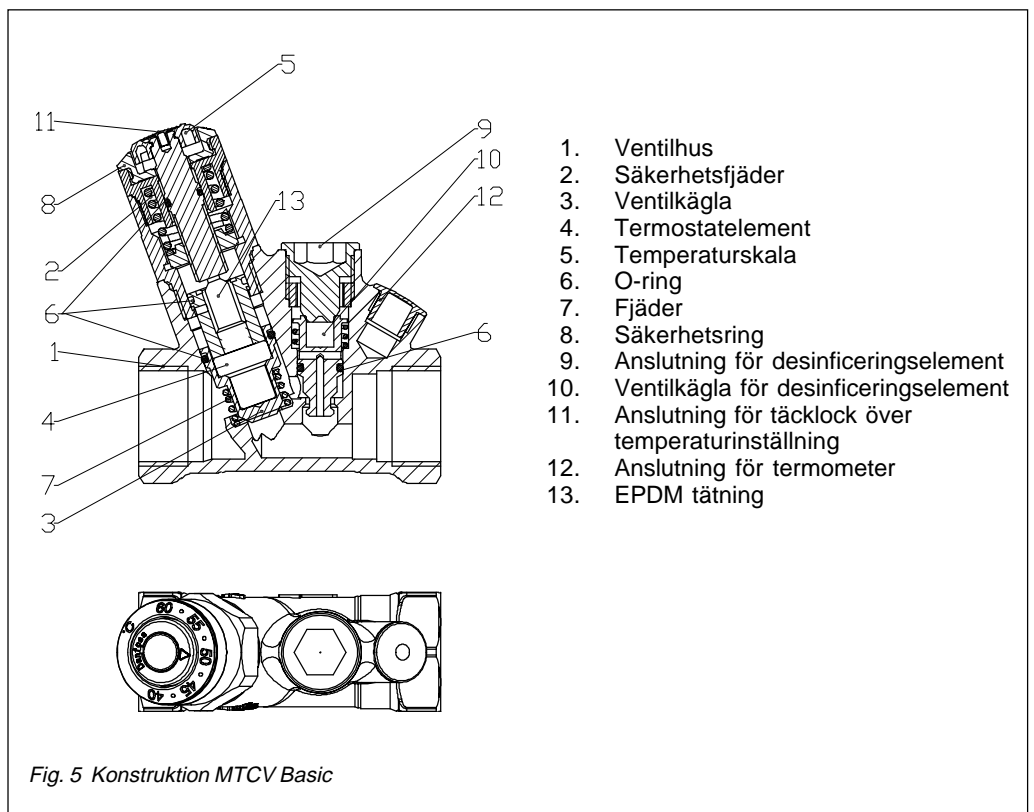
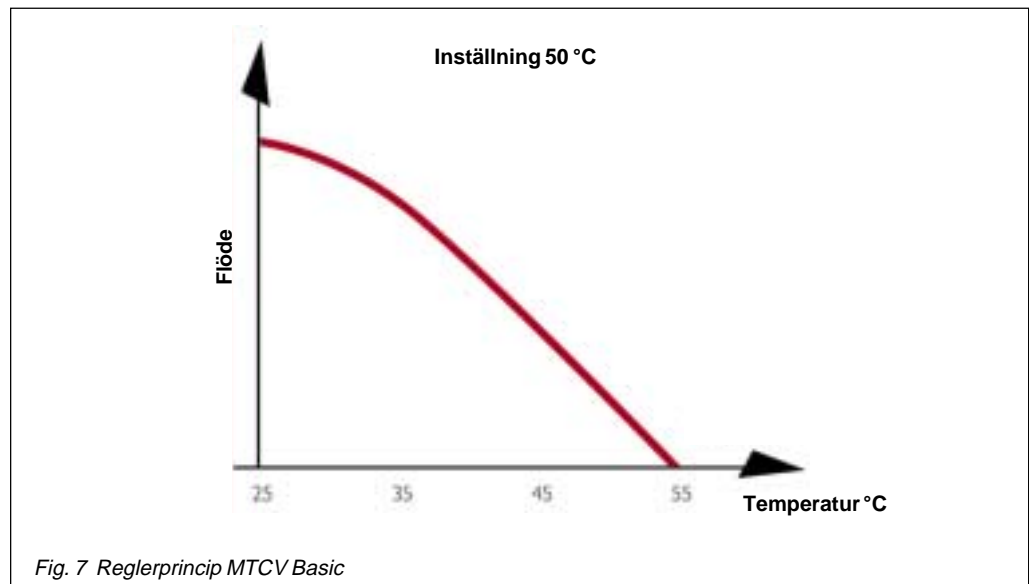
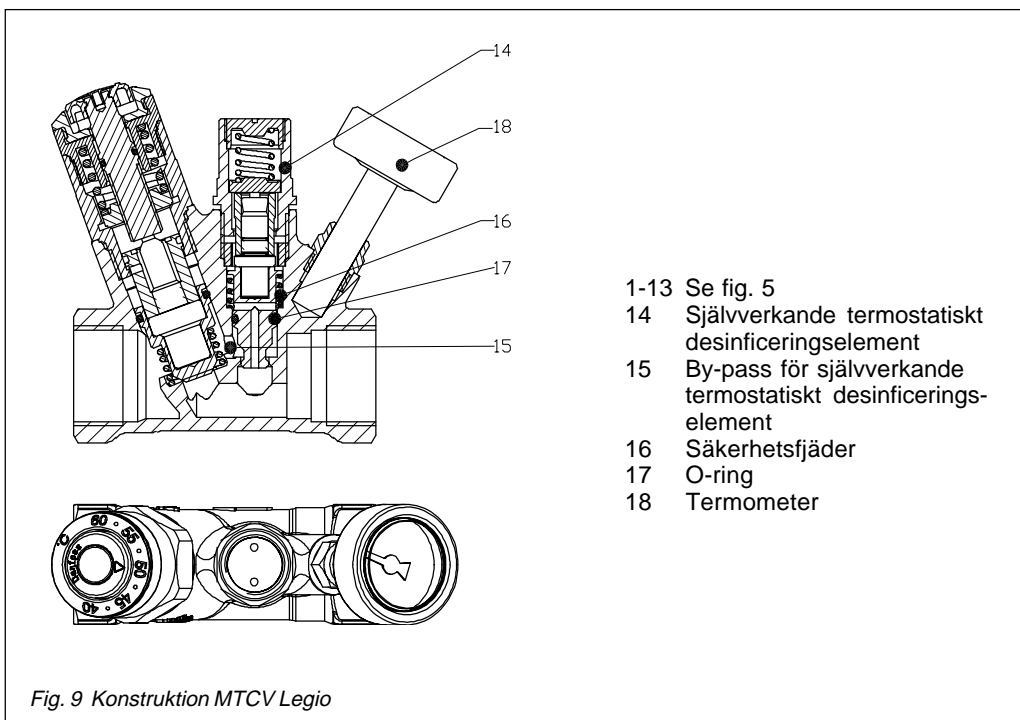

Fig. 5 Konstruktion MTCV Basic
Fig. 7 Reglerprincip MTCV Basic
Fig. 9 Konstruktion MTCV Legio
MTCV är fabriksinställd på 50 °C och kan steglöst ställas in mellan 40 - 60 °C. Ventilens P-band är 5 °C, d v s ventilen stänger helt när vattnets temperatur överstiger inställt värde med 5 °C (se fig. 7 vid inställning 50 °C). En speciell packning och konstruktion skyddar termostatelementet mot direkt kontakt med det cirkulerande vattnet (fig. 5 punkt 13), och gör det möjligt att byta elementet med tryck i anläggningen.
En säkerhetsfjäder (fig. 5 punkt 2) skyddar elementet mot överbelastning. Som tillbehör levereras en termometer som kan monteras på ventilen med tryck i anläggningen.
MTCV är en termostatisk självverkande proportionalventil. Termostatelementet (fig. 5 punkt 4) känner vattnets temperatur och ventilen stänger eller öppnar med hänsyn till stigande eller fallande temperatur, och skapar därigenom en balans kring det inställda värdet.
MTCV Legio är en Basic-ventil med påmonterad termometer och självverkande termostatisk desinficerings-element. Uppgradering från Basic till Legio sker genom att avlägsna anslutningsproppen på standardventilen (se fig. 5 punkt 9) och montera det självverkande desinficerings-elementet (se fig. 9 punkt 14). Samma sak kan göras med termometern.
Både termometern och det självverkande desinficerings-elementet kan monteras med tryck i anläggningen. Det är möjligt att genomföra ett desinficeringsprogram på tappvarmvattenanläggningen som kan minimera bakterier och legionella med hjälp av en hög vattentemperatur. Det termostatiska elementet (se fig. 5 punkt 13) i MTCV inreglerar anläggningen vid normal temperatur mellan 40 °C och 60 °C. Desinficering av tappvarmvattenanläggningen utförs med det självverkande termostatiska desinficerings-elementet (se fig. 9 punkt 14).
- 1-13 Se fig. 5